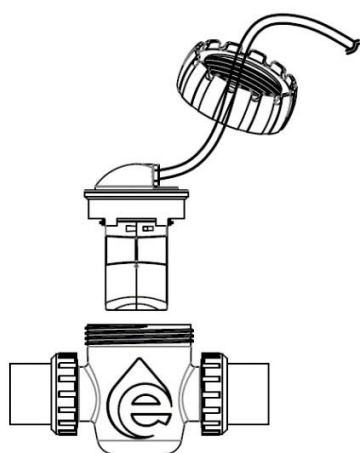

Figure 3
2. La cellule électrolytique est destinée à installer dans le tuyau de PVC. L'ouverture de la porte-électrode doit être placée à la verticale pour permettre l'entretien des plaques en titane. Pour installer la cellule, coupez au moins 187 mm du tuyau. Fixez le porte-électrode sur le tuyau et mettez les électrodes dans la cellule. Faire passer le câble d'électrode par l'écrou (Figure 3).